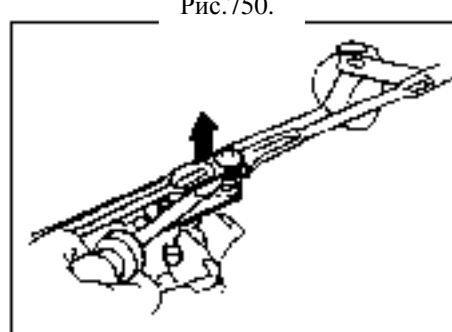

Рис.750.
- (а) Снимите крышки со штырей (рис.750).